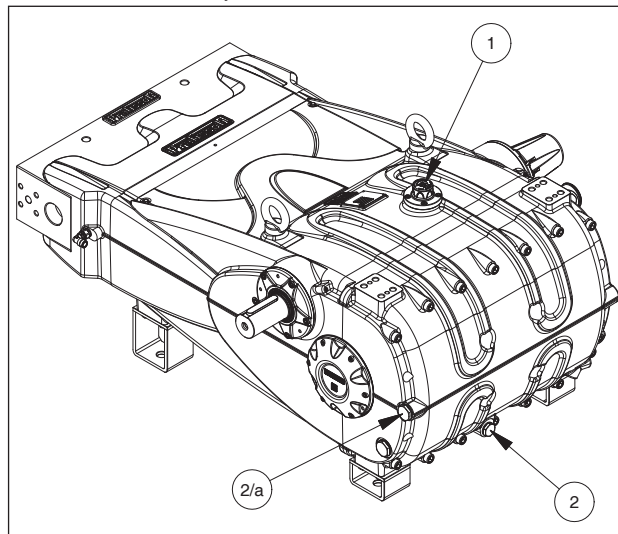

Fig. 4
Controllare il livello dell'olio tramite l'asta livello olio ①, Fig. 4. Se necessario rabboccare dal tappo olio ①, Fig. 4.
Il controllo corretto del livello dell'olio si esegue con la pompa a temperatura ambiente, il cambio dell'olio va eseguito con pompa a temperatura di lavoro rimuovendo il tappo pos. ②, Fig. 4. (Utilizzare il tappo pos. 2/a per versione verticale.)